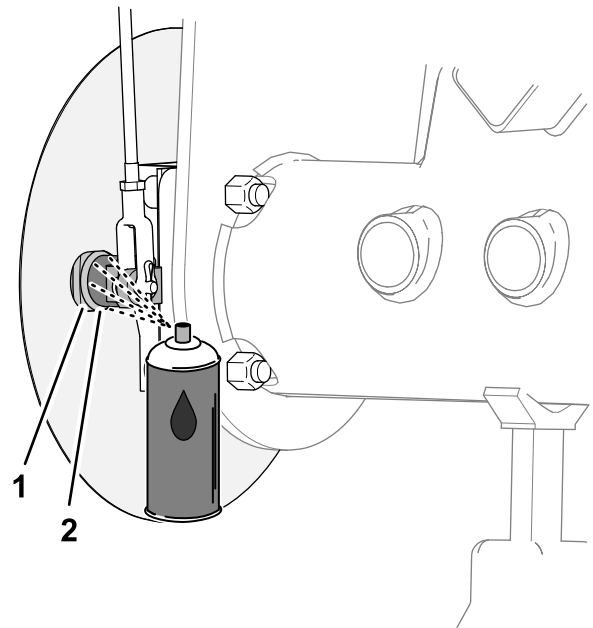
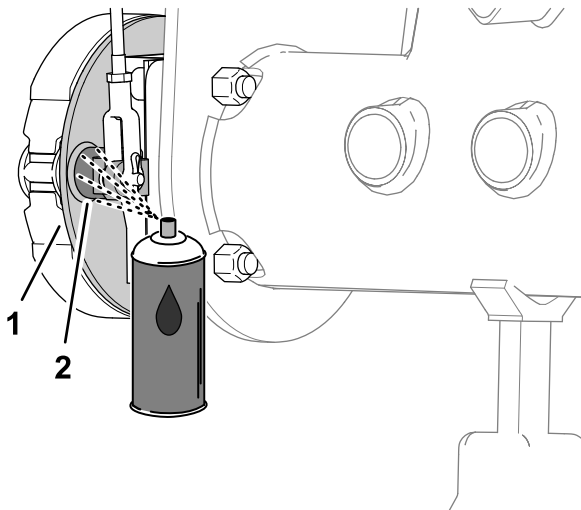

Figure 82
Figure 81
1. Sur l'intérieur du plateau de frein (modèles sans l'option déflecteur d'herbe de jante) ou du déflecteur d'herbe de roue (modèles avec l'option déflecteur d'herbe de jante), pulvérisez du dégrissant entre l'arbre à came de frein et le plateau de frein (Figure 81 ou Figure 82).